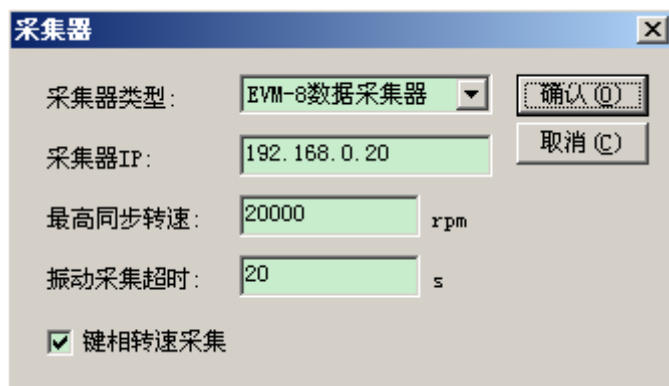

图 4.4 采集器选择
- (1) 新建/选择电厂名称；
- (2) 新建/选择机组名称；
- (3) 输入测试人员和测试记录说明；
- (4) 选择连接的采集器，如图 4.4 所示；